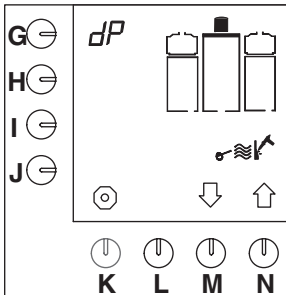

Fig. 18 Start ontkalkingsprogramma koffiezetstelsysteem
- Het ontkalkingsprogramma verschijnt in het display (fig. 18).
- houdt programmeertoets (G.) ingedrukt, totdat fig.18 weer in het display verschijnt.